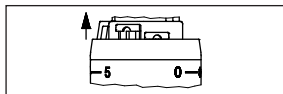

Fig. 6
1. Deslice los clips limitadores fuera de la “posición de guardado” (entre las posiciones “5” y “0”), fig. 6 con una herramienta adecuada o pin.